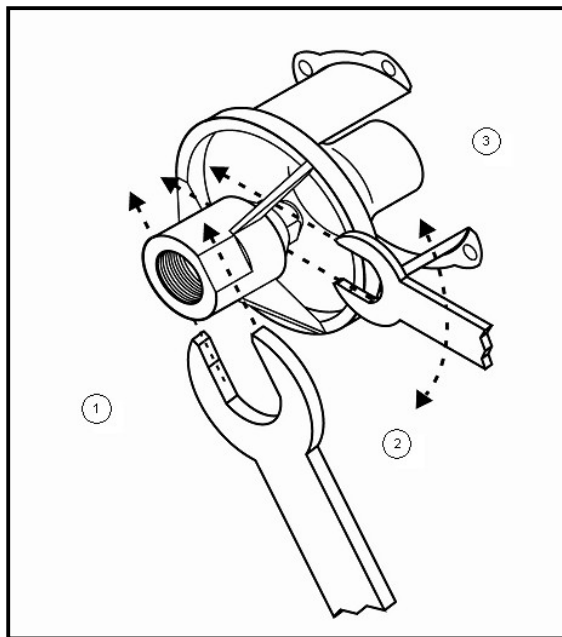

Fig. 4: Sustitución de la boquilla
- ⇒ Empujar la nueva placa deflectora de aire [A] sobre la pieza de conexión, hasta que la aleta se presente entre los dos extremos puntiagudos y la leva [a] enclave tras el margen de la pieza de conexión [Fig. 4]